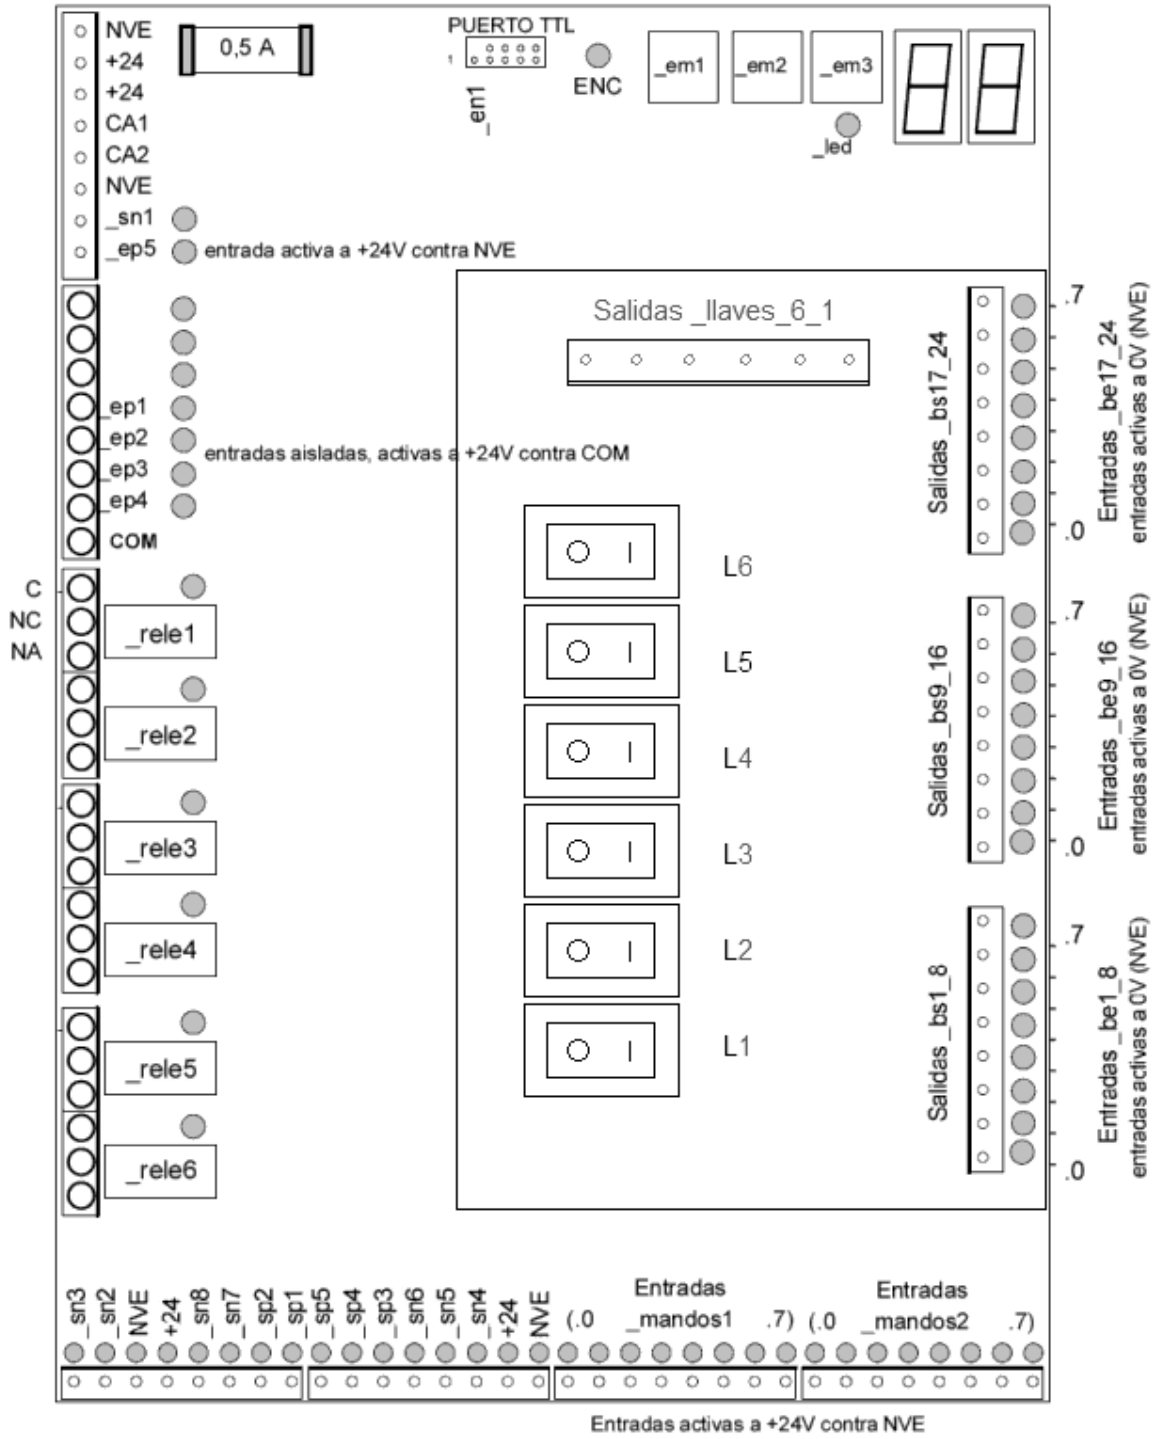
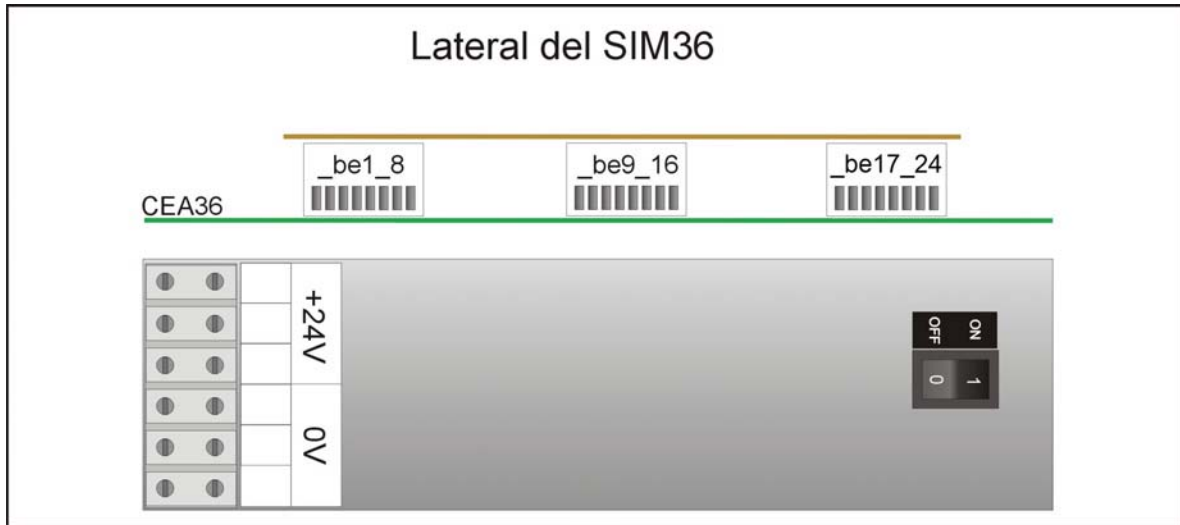

Figura 16
Figura 17
- 6) Conectar indicador I7SXX a \_sn7 e indicador IMP2SXX a \_sn8 (Figura 16)
- 7) Tomando como referencia la distribución de terminales de ensayo en la Figura 16 y en la Figura 17, verificar cada resultado de la Tabla 2.